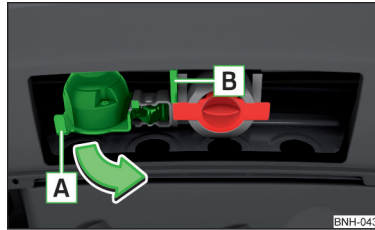

Fig. 227
- Apucați priza cu 13 pini **A** de mâner și rabatați-o în afară, în sensul săgeții » fig. 227.